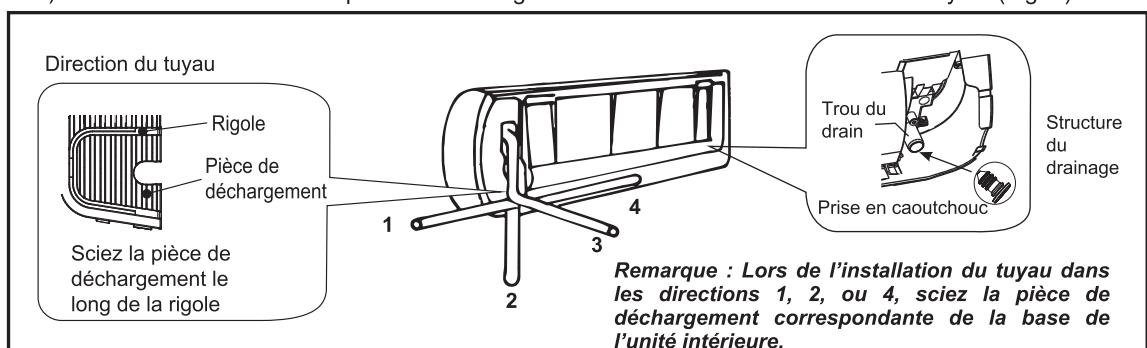

Fig. 3
- Décidez ou non de scier la pièce de déchargement conformément à la direction du tuyau. (Fig. 3).